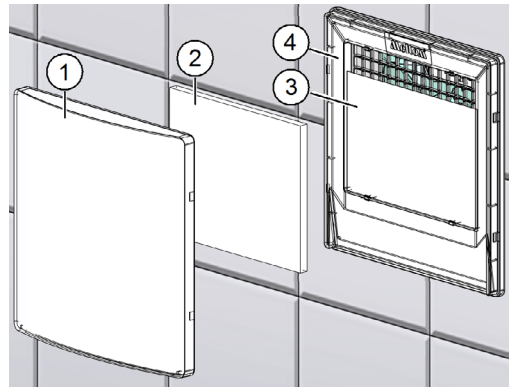

Fig. 12: Sostituzione del filtro e dell'inserto di regolazione in tessuto non tessuto
- ▶ Afferrare il coperchio d'aspirazione da uno spigolo da sotto (pos. 1 nella Fig. 12) ed estrarlo dal supporto filtro (pos. 4 nella Fig. 12).
- ▶ Estrarre il filtro usato (pos. 2 nella Fig. 12).
- ▶ Se è molto sporco, sostituire anche l'inserto di regolazione in tessuto non tessuto (pos. 3 nella Fig. 12, solo nei ventilatori con una portata aria di 60 m³/h e scarico laterale).